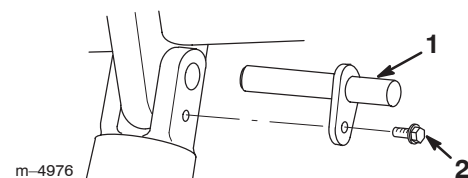

Abbildung 7
- Den neuen Stift einsetzen und mit einer Schraube sichern (Abb. 7).